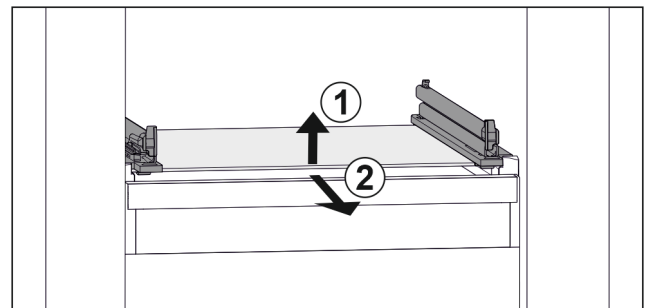

Fig. 80 Beispielhafte Darstellung der Glasplatte
- ▶ Glasplatte vorne anheben. Fig. 80 (1)
- ▶ Glasplatte nach vorne entnehmen. Fig. 80 (2)